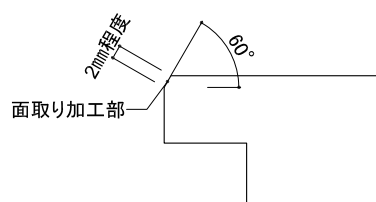

図3 面取り加工
- COOLイルミオ出隅側表面、端部にヤスリ等で面取り加工を施す。(図3参照)